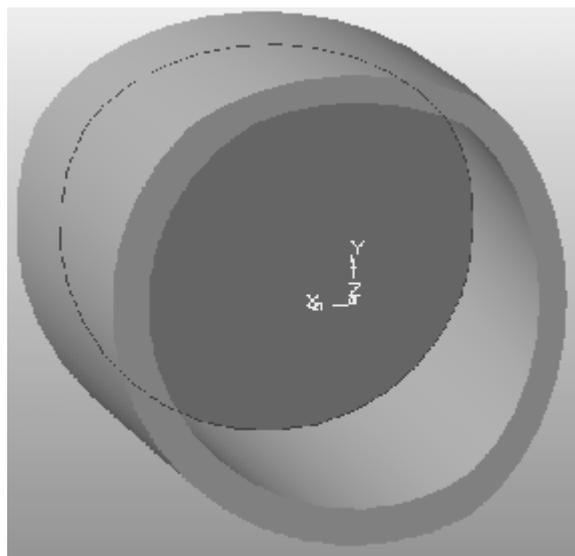

Рис. 28. Цилиндр
- 3.13. Нажмите кнопку «Вырезать выдавливанием»  для вырезания эскиза на **расстояние 55** (рис. 28). Обратите при этом внимание что направление выреза должно быть обратным.
- 3.15. Выберите плоскость нижнего основания внутри области полученной при вырезании (рис. 28 **темная область**). Нажмите кнопку «новый эскиз» .